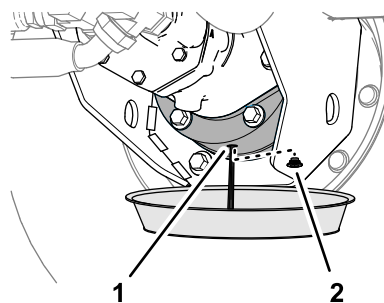

Рисунок 100
- Установите сливной поддон под корпус тормоза, снимите пробку сливного отверстия и дайте маслу полностью стечь (Рисунок 100).